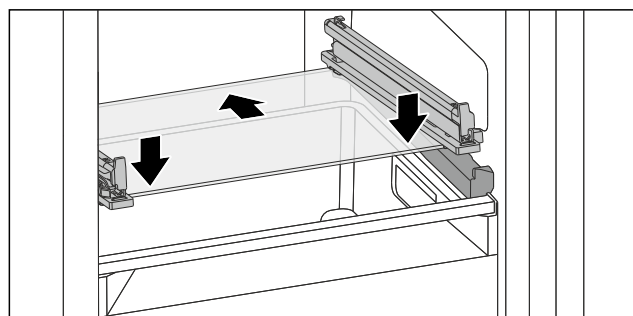

Fig. 133 Glasplatte des abklippbaren Schubfachs
- Glasplatte schräg hinter den Stopperr aufsetzen. (siehe Fig. 133)